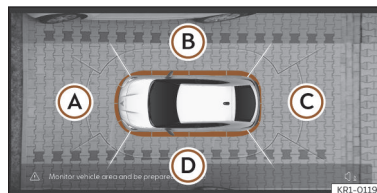

Abb. 150 Anzeige der Rundumsicht: Vogelperspektive.
Es stehen 4 verschiedene Ansichten zur Verfügung >>> (**Abb. 150**):
Die Kombination aller Kamerabilder ergibt die Vogelperspektive 📺 >>> (**Abb. 150**). Die Vogelperspektive kann durch Drücken auf das Fahrzeug innerhalb des Bereiches gewählt werden.
Durch Drücken auf die verschiedenen Bereiche >>> (Abb. 150) (A) bis (D) der Vogelperspektive oder der reduzierten Vogelperspektive kann die entsprechende Ansicht gewählt und fixiert werden, die dann in Orange hervorgehoben wird.